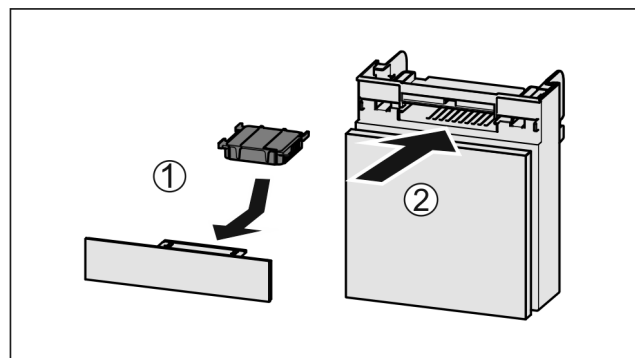

Fig. 184
- Установите фильтр с активированным углем, как показано на рисунке Fig. 184 (1).
- Вставьте отделение Fig. 184 (2).